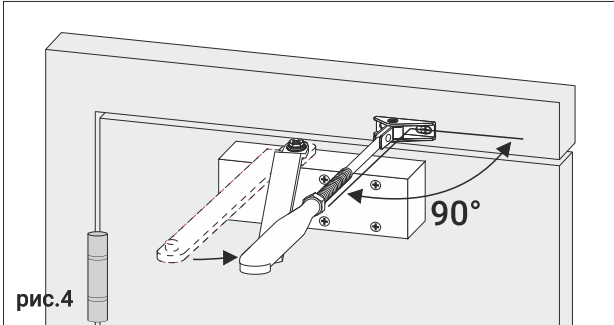

рис.4
3. Сместите нерегулируемую по длине часть рычага в сторону от петель так, чтобы совместить ее с регулируемой частью рычага, расположенной под углом 90° к поверхности дверного полотна (рис. 4).